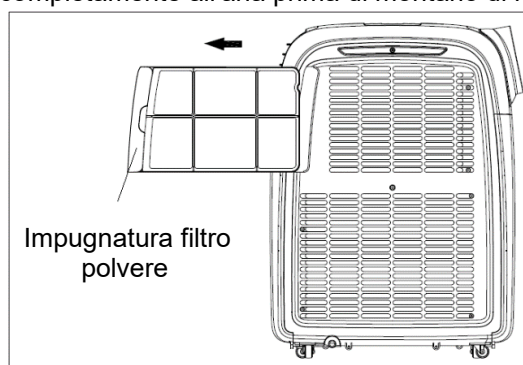

Fig. 4
- Pulire il filtro per la polvere una volta ogni due settimane per non influenzare il volume d'aria. Estrarre il filtro per la polvere sul lato del dispositivo mediante l'apposita impugnatura (vedere Fig. 4). Pulire il filtro con del detersivo neutro e con acqua calda a ca. 40°C. Rimuovere tutti i residui di sporco e lasciare asciugare il filtro completamente all'aria prima di montarlo di nuovo nell'apparecchio.